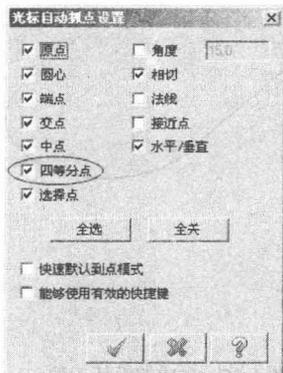

图 1-9 【光标自动抓点设置】对话框
(1) 在工具栏中单击  按钮启动直线工具，单击  按钮，打开【光标自动抓点设置】对话框，确保选中【四等分点】复选项，如图 1-9 所示，然后单击  按钮。